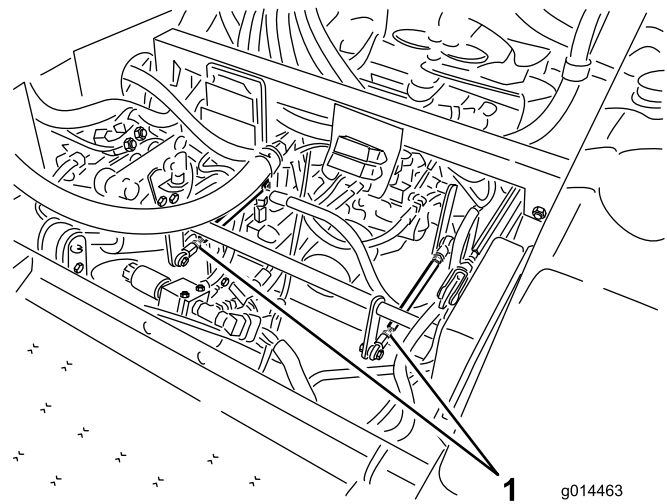

Figura 50
- Se la ruota posteriore sinistra gira, allentate i controdadi sull'asta di comando della trasmissione sinistra (Figura 50).